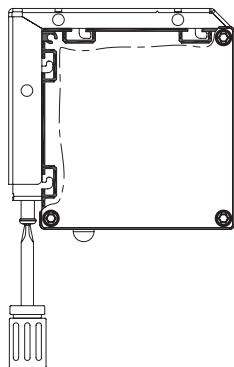

Figure 11
6. Pour fixer la toile sur les supports, tournez les vis de verrouillage dans le sens des aiguilles d'une montre. La toile se déplace alors lentement vers le haut contre le support. Une fois cette opération effectuée des deux côtés, la toile est protégée contre tout retrait accidentel de ses fixations. C'est la seule façon autorisée de procéder au montage ! (Figures 11 et 12)